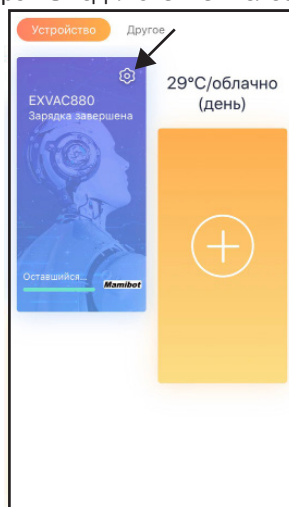
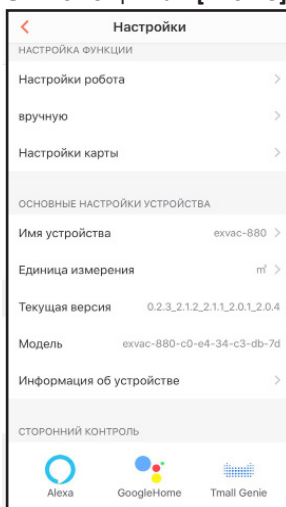

Рис. 12
Рис. 13
2. Нажмите иконку «Настройки» [Рис. 12], чтобы переименовать Ваше устройство, настроить уборку по графику, настроить совместное управление устройством для нескольких пользователей, проверить наличие обновлений для Вашего устройства, настроить подключение к голосовым помощникам [Рис. 13].